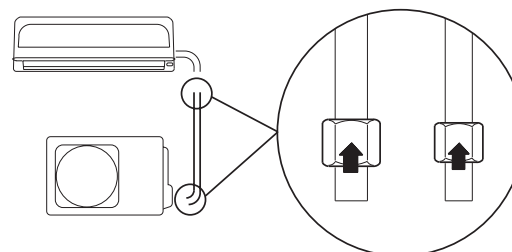

Fig. 22
2. Insérer dans les tuyaux en cuivre de l'installation les boulons de fermeture enlevés des robinets (fig. 22).